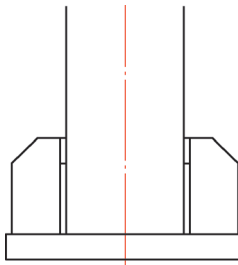

图1 立柱与地面的连接
1) 立柱与地面的连接, 采用M20mm×200mm化学螺栓联接(见图1)。